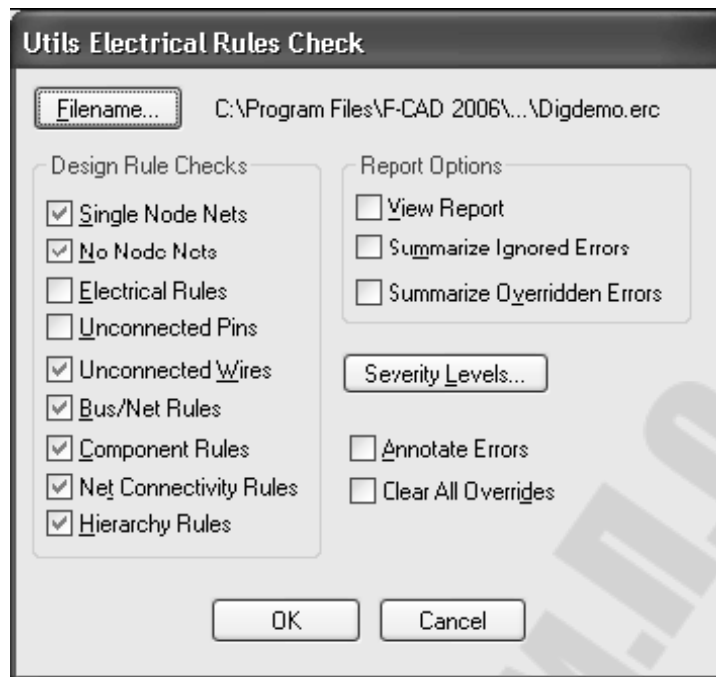

Рис.4.6. Проверка ERC
- 11) Проверка схемы выполняется с помощью команды Utils/Erc. Необходимо установить параметры в соответствии с рис.4.6. После проверки надо выбрать команду Utils/Find Errors, и, перебирая поочередно ошибки в поле Error Number и нажимая кнопку «Jump To» (при этом курсор перемещается на конкретное местоположение ошибки), исправить все ошибки. После исправлений проверку осуществить заново. Если установить галочку View Report, то после проверки появится отчет.